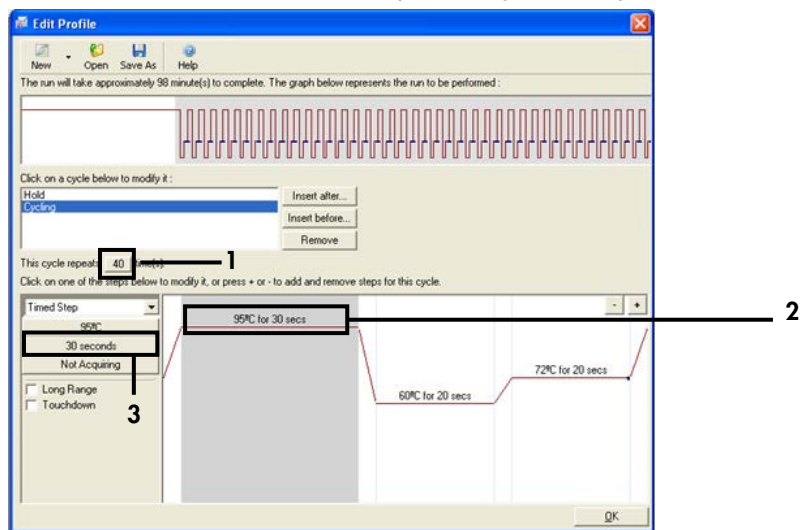

Figura 25. Passo de ciclagem a 95 C 1 = caixa “Cycle repeats” (Repetições de ciclo); 2 = passo um: definição da temperatura; 3 = Passo um: definição do tempo.
8. Altere o número de repetições de ciclo para 40. Selecione o primeiro passo e configure como “95°C for 30 secs” (95 °C por 30 segundos) (Figura 25).